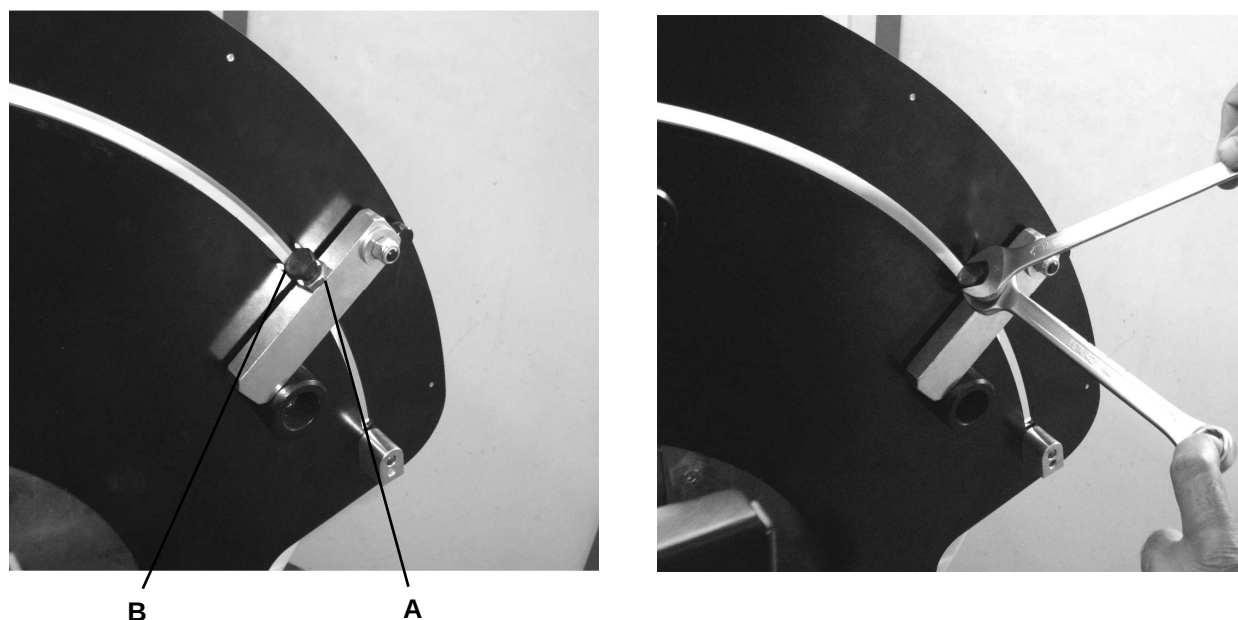

Fig. 09-08
9.7 REGOLAZIONE INCLINAZIONE LAMA PER TAGLI A 45° (FIG. 09-08)